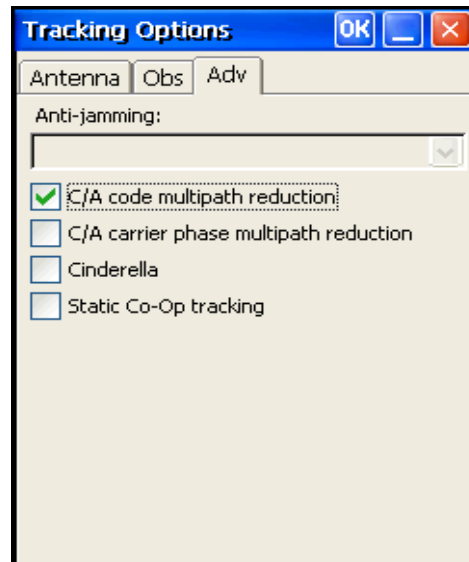

Рис. 3-14. Настройка дополнительных параметров
10. Выберите вкладку *Advanced*. Задайте следующие параметры и нажмите **ОК** (Рис. 3-14 на стр. 3-15).